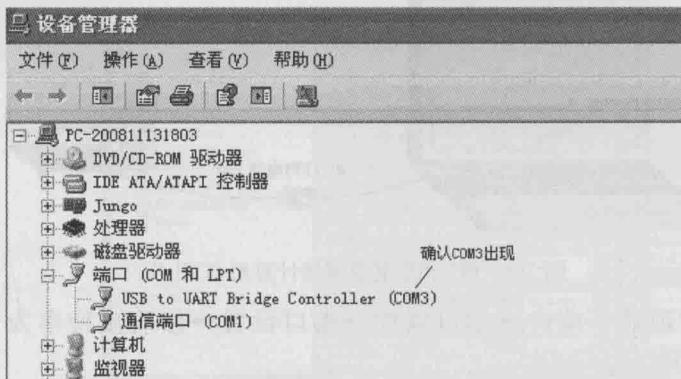

图 1-10 USB 转换为串口 COM3
2) 驱动程序安装完成后，单击计算机桌面图标“我的电脑”→属性→硬件→设备管理器→端口。在端口（COM 和 LPT）展开条目中出现“USB to UART Bridge Controller (COM3)”，这个 COM3 就是 USB 编程电缆使用的通信口地址，如图 1-10 所示。以后每次使用只要插入 USB/PPI 编程电缆就会出现 COM3 口，在编程软件通信设置中选中 COM3 口即可。